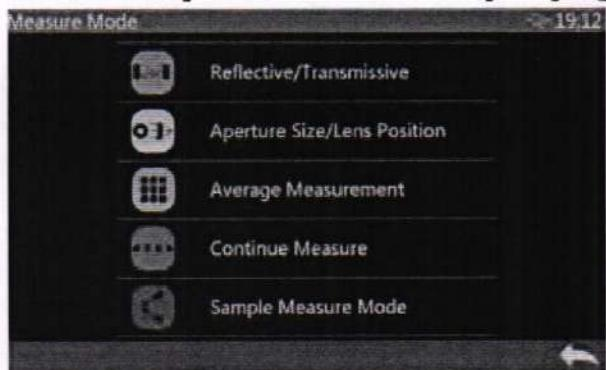
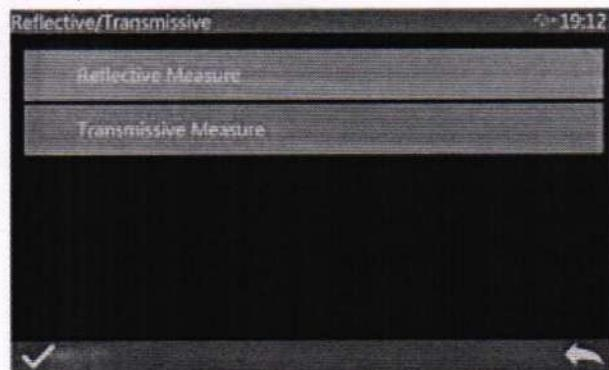
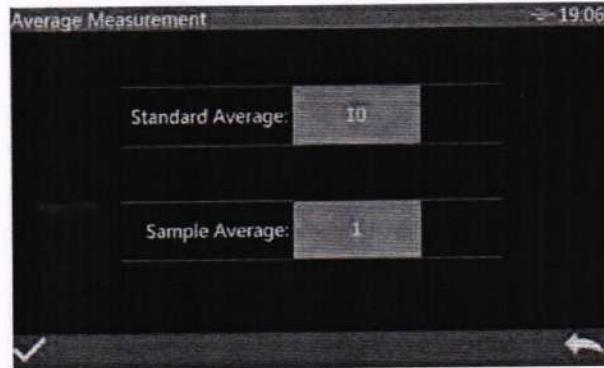
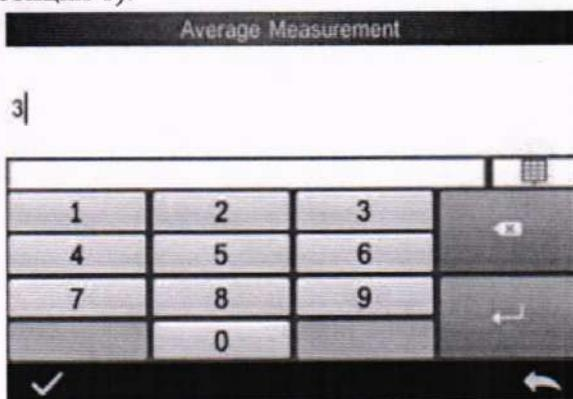

Рисунок 18 – Меню настройки параметров измерений
Рисунок 19 – Окно выбора режима измерений (в отражённом или проходящем свете)
Рисунок 21 – Меню выбора количества измерений для усреднения для стандарта и образца
Рисунок 22 – Окно ввода количества измерений для усреднения
10.1.2.1.5 Для моделей YS6060, YS6080 нажать кнопку «Measure mode» для перехода в меню настройки параметров измерений (рисунок 18). Нажать кнопку «Reflective/Transmissive» для перехода в окно выбора режима измерений в отражённом или проходящем свете (рисунок 19). Выбрать «Reflective Measure» для измерения в отраженном свете. Нажать кнопку в нижнем левом углу для подтверждения выбора и возврата к меню настройки параметров измерений. Нажать кнопку «Aperture Size/Lens Position» и в появившемся окне выбрать «Auto Mode». Нажать кнопку в нижнем левом углу для
10.1.2.1.7 Для спектрофотометров моделей YS6060, YS6080, YS3060, TS8260 нажать кнопку «Measure mode» для перехода в меню настройки параметров измерений (рисунок 18). Нажать кнопку «Sample Measure Mode» для перехода в окно выбора режима измерений с включением (SCI) или исключением (SCE) зеркальной составляющей. Выбрать режим с включением зеркальной составляющей (SCI). Нажать кнопку в нижнем левом углу для подтверждения выбора и возврата в главное меню прибора (рисунок 2).
10.1.2.1.8 Для спектрофотометров моделей YS6060, YS6080, YS3060, TS8260 нажать кнопку «Measure mode» для перехода в меню настройки параметров измерений (рисунок 18) и кнопку «Average Measurement» или кнопку «Average» в главном меню, в зависимости от версии микропрограммы, для перехода в окно выбора количества измерений для усреднения (рисунок 21). Установить значения 1 и для стандарта, и для образца (рисунок 22). Нажать кнопку в нижнем левом углу для подтверждения ввода и повторно для выхода в меню настройки параметров измерений или главное меню прибора. Для возврата в главное меню прибора нажать кнопку .